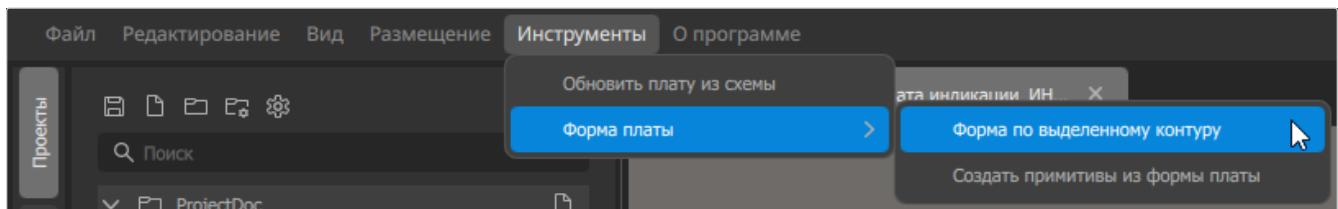

Рисунок 98. Команда меню «Форма по выделенному контуру»
- 5) Вызвать команду меню «*Инструменты*» → «*Форма платы*» → «*Форма по выделенному контуру*» (см. рисунок 98).